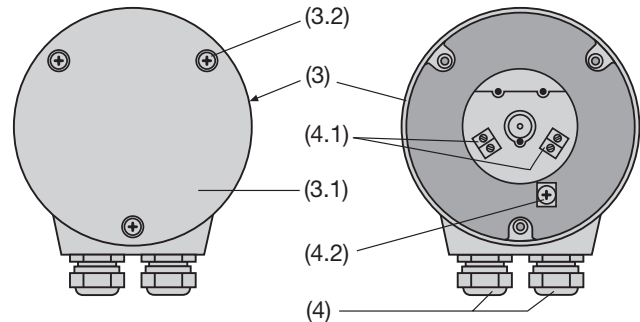

Fig. 6. Partie arrière (3) avec bornes (4.1) et (4.2) et presse-étoupes (4).
Les variantes avec **bornes à vis** directement montées dans le convertisseur et avec **presse-étoupes** comportent 4 bornes à vis (4.1) et 1 borne de mise à terre (4.2) placées dans le capot arrière (3), voir Fig. 6. Ces bornes à vis sont prévues pour une section des fils de max. 1,5 mm², elles deviennent accessibles en enlevant le couvercle (3.1).
- ... avec **bornes à vis et presse-étoupes** dévisser les 3 vis (3.2) et enlever le couvercle (3.1), (Fig. 6, à gauche).
... avec **bornes à vis et presse-étoupes** dévisser les 3 vis (3.2) et enlever le couvercle (3.1) (Fig. 6, à gauche).